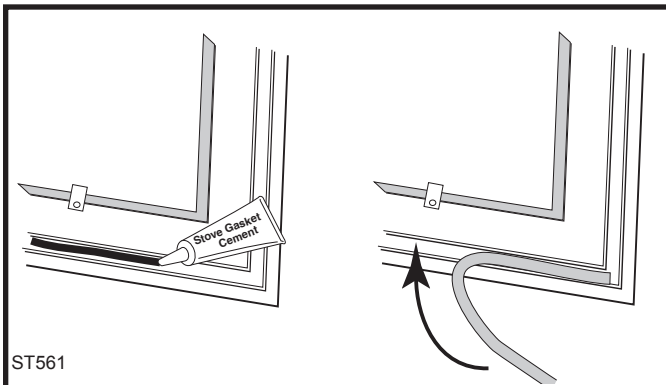

Fig. 46 Étendez un filet de colle à joint et pressez le joint en place.
5. Répandez un filet continu de 3 mm (1/8 po) de colle à joint dans le profilé nouvellement nettoyé. (Fig. 46)
6. Commencez à une extrémité et pressez le joint dans le profilé. (Fig. 46). Constituez un bon joint à l'endroit où les extrémités se rejoignent avant de couper tout excès. Ne superposez pas les extrémités du joint et ne laissez pas des extrémité effilochées.